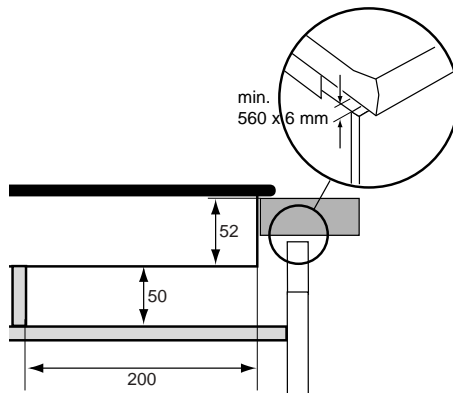

Figuur 12
- Zaag de beluchtingsopening(en) uit zodat de totale oppervlakte van de gaten minimaal 100 cm² is. Zie bijvoorbeeld figuur 12 met twee gaten van 50 cm².